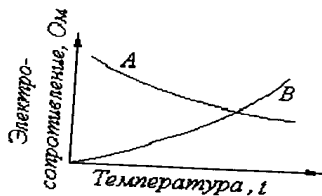

Рис. 1
12. Какому материалу может принадлежать кривая В зависимости электросопротивления от температуры (рис. 1)?
13. Какому материалу может принадлежать кривая A зависимости электропроводности от температуры (рис. 1)?